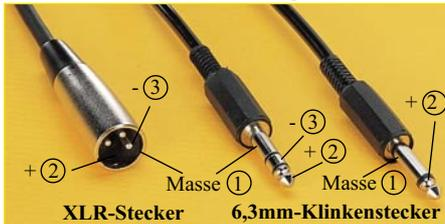

Bild 2: Zeigt die gebräuchlichsten Stecker-typen für Mikrofonleitungen
Die preisgünstige Realisierung eines Funktionsgenerators mit den zuvor beschriebenen Leistungsmerkmalen ermöglichen u. a. das innovative Funktionsgenerator-IC MAX 038, eine kompakte Endstufe in Form eines schnellen Operationsverstärkers und die Prozessorsteuerung. Im folgenden wird in Kurzform die Funktionsweise des MAX 038 vorgestellt, dessen Innenschaltung Abbildung 2 zeigt. Zentrales Element ist der Oszillator (1), der durch Laden und Entladen des externen Kondensators C_f mit konstanten Strömen eine Drei-
In Abbildung 2 sind die gebräuchlichsten Stecker-typen für Mikrofonleitungen dargestellt.